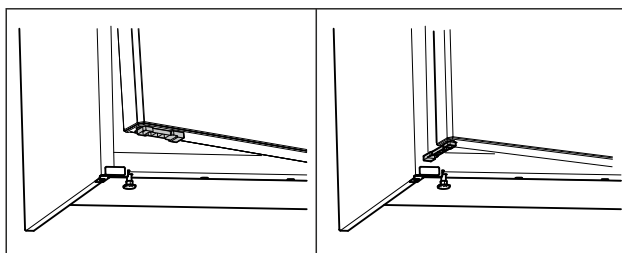

Fig. 54 *
- Faire tourner le limiteur d'ouverture de porte à 90°. (voir Fig. 54) *